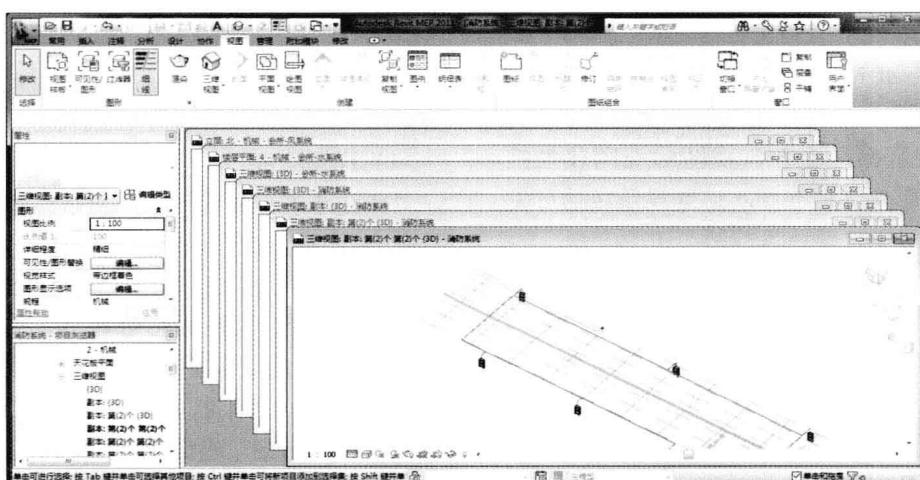

图 3-11
(2) 关闭隐藏对象：自动隐藏当前没有在绘图区域上使用的窗口。
(3) 复制：单击命令复制当前窗口。
(4) 层叠：单击命令当前打开的所有窗口层叠地出现在绘图区域，如图 3-11 所示。